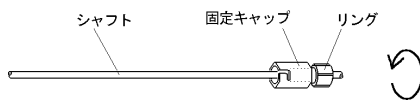

図1.
⑥挿入(手術)中のブロッカーチューブは、反対側の気管支へ入れ替えないこと。[ブロッカーチューブの角度部が伸び、カフ破損、気管・気管支損傷等の原因となる]
⑦患者の体位を変えた(体位が変化した)場合は、ブロッカーチューブ(カフ)の挿入位置を必ず確認すること。
- ①使用前に、カフ検査を行い、空気漏れ、片膨れ等の異常が認められた場合は、使用しないこと。[シリコーンゴム製品は、自己密着性があり、膨張不能や片膨れが生じることがある]
- ②挿入する際は、カフ全体に潤滑作用を有する薬剤等を塗布すること。[塗布せずに挿入すると、カフ破損、気管・気管支損傷等の原因となる]
- ③カフを膨張させる際は、バルブより繊維(リント)等が混入しないよう注意すること。[バルブの機能が低下し、カフ収縮の原因となる]
- ④カフを膨張させる際は、清潔なシリンジを使用すること。[シリンジに付着しているリント等が、バルブ内に混入する危険性がある]
- ⑤カフを膨張させる際は、シリンジの先端をバルブの奥まで確実に挿入すること。[挿入が不十分な場合、バルブ内の弁が開かず、カフ操作が行えない場合がある]
- ⑥使用時の空気注入量は、気管支壁の毛細血管の血流障害、手術時間等を考慮し、臨床上の判断により決定した注入量とすること。[過膨張は、カフ破損、気管支損傷等の原因となる]
- ①使用前に、固定キャップのリングを右に回して、固定キャップがシャフトに固定できることを確認すること。[固定できない場合は、使用しないこと] (図1参照)